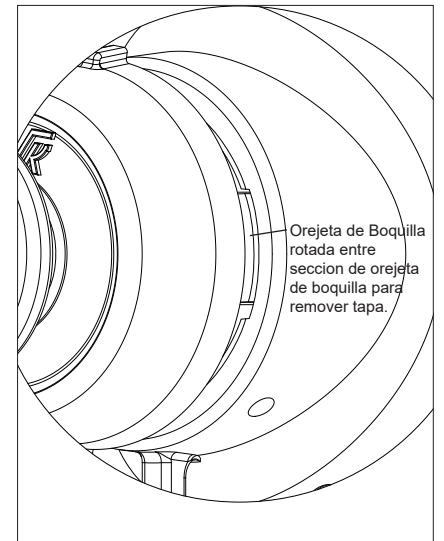

Fig. 6C
1. Inserte el conjunto de tapa / boquilla engrasada en la salida de la sección de la boquilla hasta que las orejetas de la boquilla estén alineadas con las orejetas de la sección de la boquilla como se muestra en la Fig. 6C.